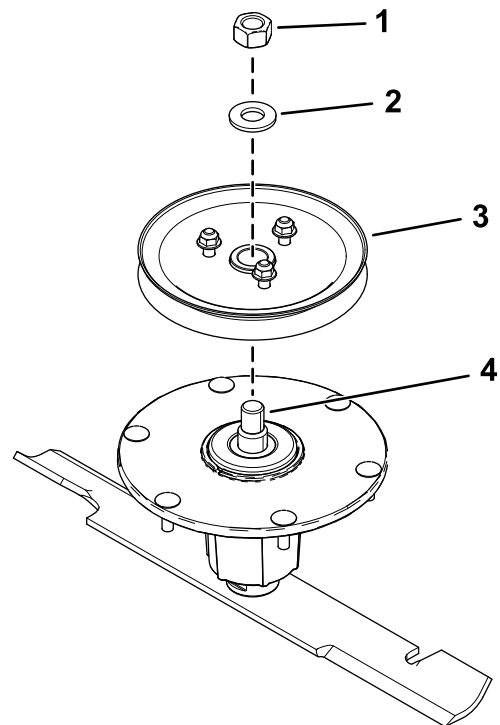

**Figur 8**
4. Monter de 3 møtrikker løst på pindboltene (Figur 8).